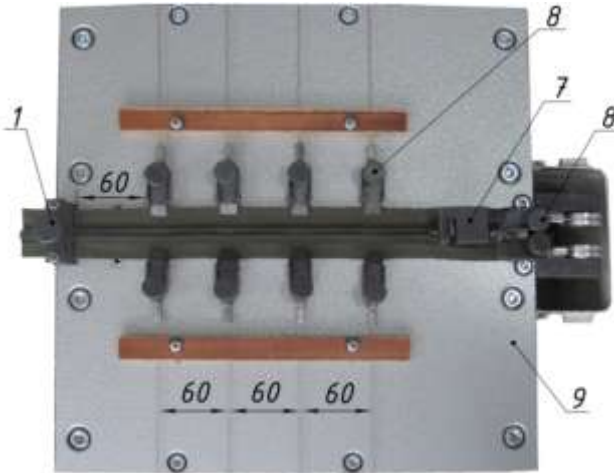

Рис. 3
6. Установить зажимы грузов поперечной нагрузки, согласно размеров на рис. 3 таким образом, чтобы при перемещении замок застежки свободно проходил между зажимами.